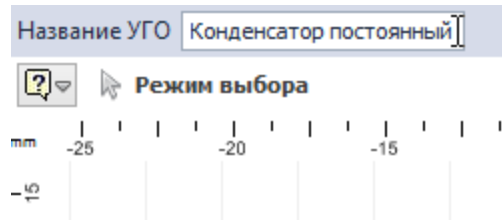

Рис. 48 Переименование УГО в Стандартах
- В поле «Название УГО» введите новое наименование УГО, Рис. 48.